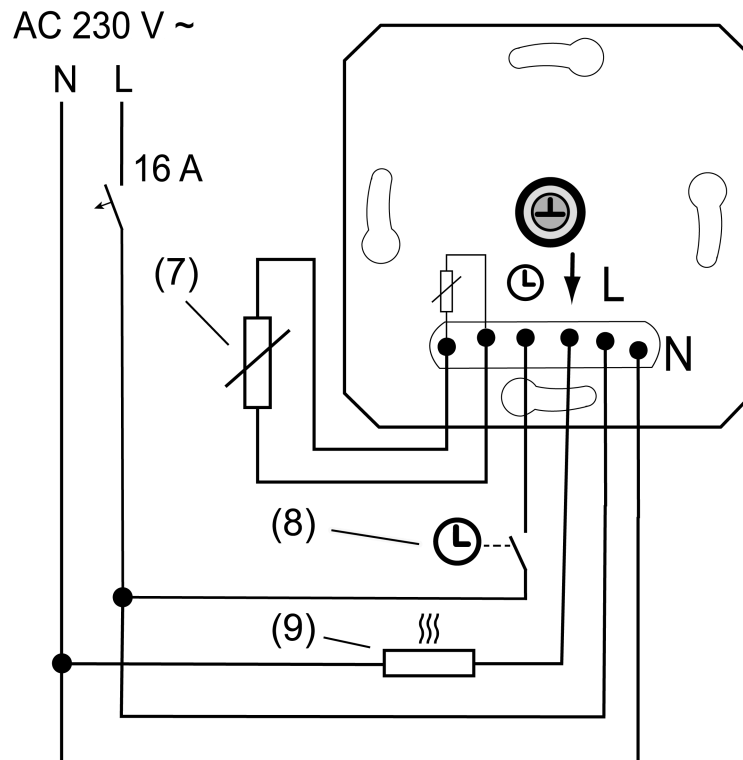

Bild 2: Anslutningsexempel för insatsen
- (7) Extern temperatursensor (fjärrgivare)
(8) Kopplingskontakt centralur
(9) Elektrisk golvvärme
- Anslut insats (1) enligt anslutningsschemat (se bild 2). Beakta ledarareorna (se bild 3).
- Koppla alternativt ingången Sänkt drift ☉ via en brytarkontakt till ett centralur (8).